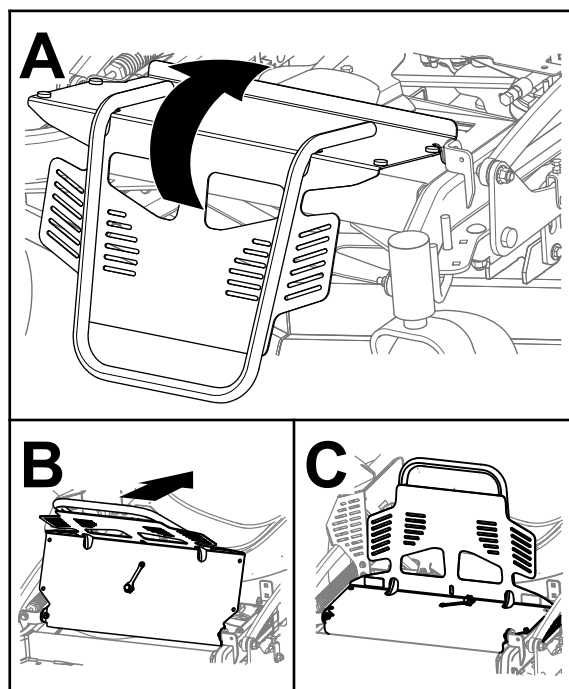

Figuur 32
1. Bout – 5/16" x 1" (2)
4. Verwijder de zeskantige moer (5/16") en de moer (5/16") waarmee het scherm hangsel is bevestigd aan de slotbouten (Figuur 32). Verwijder het scherm hangsel.
1. Monteer het scherm hangsel zoals getoond in Figuur 32. Draai de moeren vast met een torsië van 20 tot 25 N·m.